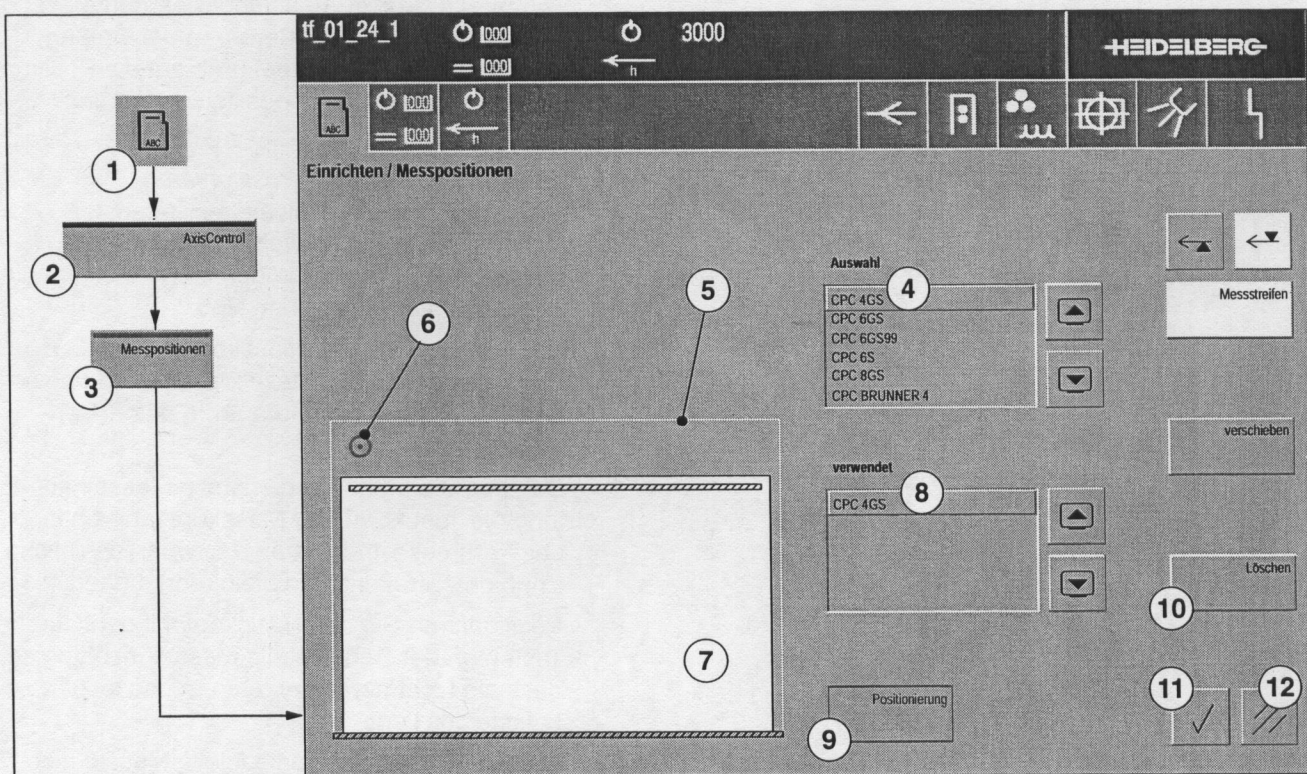
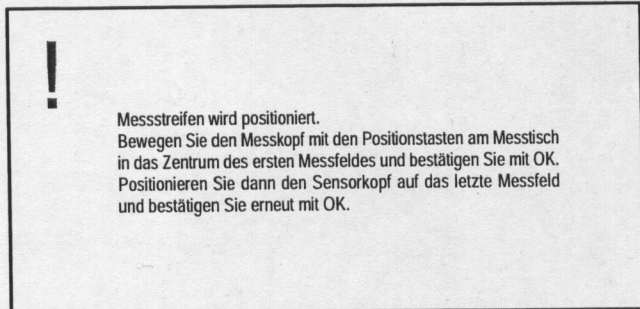

Abb. 12 Menü Messoptionen Messstreifen
Abb. 13 Hilfefenster
- **Anzeige Bogenformat (Abb. 12/5)**
Die weiße Umrandung stellt den Messtisch dar, die weiße Fläche (Abb. 12/7) das Bogenformat. Das Bogenformat entspricht der Einstellung im Menü **Auftrag/Bedruckstoff**.
- **Messkopf Position (Abb. 12/6)**
1. Drücken Sie in der Kopfzeile die Taste *Auftrag* (Abb. 12/1). Das Menü **Auftrag** erscheint.
2. Drücken Sie die Taste *AxisControl* (Abb. 12/2). Das Menü **AxisControl/Einrichten** öffnet sich.
3. Drücken Sie die Taste *Messpositionen* (Abb. 12/3). Das Menü **Einrichten/Messpositionen** öffnet sich.
4. Wählen Sie mit der Bildlaufleiste den Farbmessstreifen (Abb. 12/4) aus, der auf Ihrem Bogen gedruckt ist.
5. Positionieren Sie den Messkopf. Die grüne Lichtmarke (Abb. 12/6) symbolisiert den Messort des Messkopfs. Durch Berühren der weißen Fläche kann der Messkopf grob auf die Position des Farbmessstreifens positioniert werden.
6. Drücken Sie die Taste *Positionieren* (Abb. 12/9). Es öffnet sich ein Hilfefenster (Abb. 13), in dem das weitere Vorgehen beschrieben ist. Folgen Sie den Anweisungen, die im Hilfefenster angegeben sind.